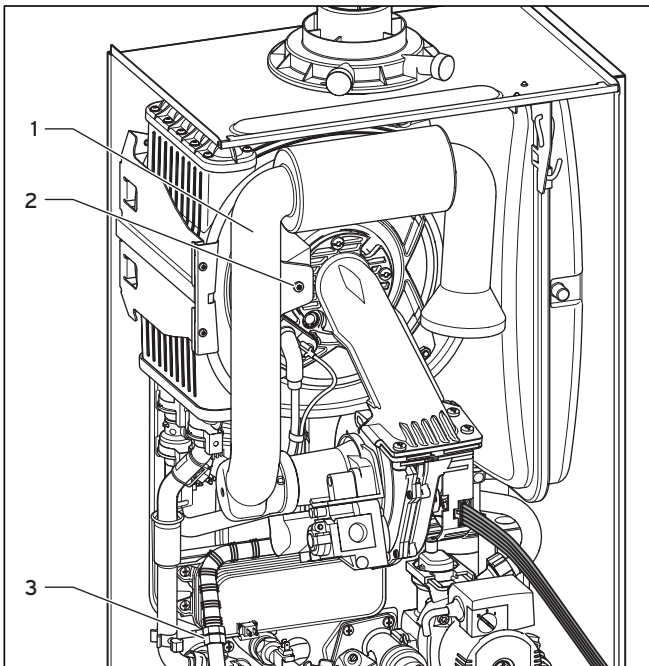

Abb. 8.7 Gaszuleitung anschließen
- ▶ Prüfen Sie die Gasdichtheit an den Gasanschlüssen (3) und (11) mit Lecksuchspray! (Abb. 8.7 und 8.8).
- ▶ Prüfen Sie, ob der blaue Dichtring im Luftansaugrohr (1) richtig im Dichtungssitz liegt, siehe Abb. 8.7.
- ▶ Stecken Sie das Luftansaugrohr auf den Ansaugstutzen und befestigen Sie das Rohr mit der Halteschraube (2), siehe Abb. 8.7.